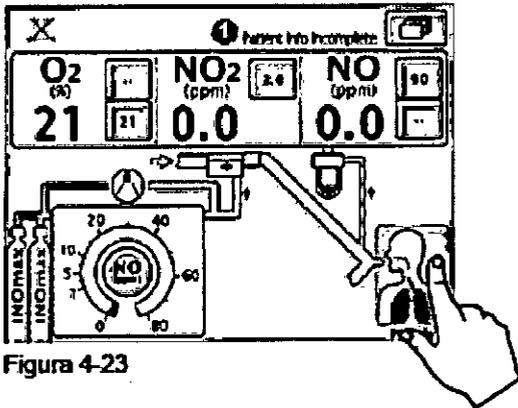

Figura 4-23
**Nota:** Si no se ingresó ningún identificador del paciente, en la zona de mensajes de texto de la pantalla permanecerá iluminado un indicador de que los datos del paciente son incompletos ("Patient Info. Incomplete") (1) (figura 4-23).